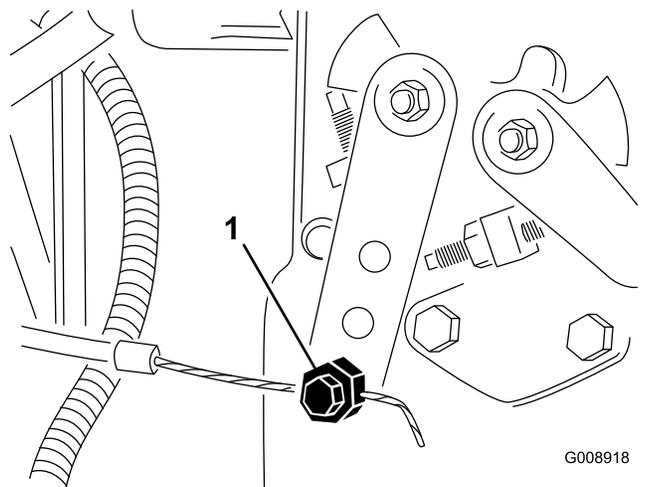

Рисунок 73
2. Ослабьте соединитель тросика дроссельной заслонки на плече рычага насоса для впрыска топлива (Рисунок 73).